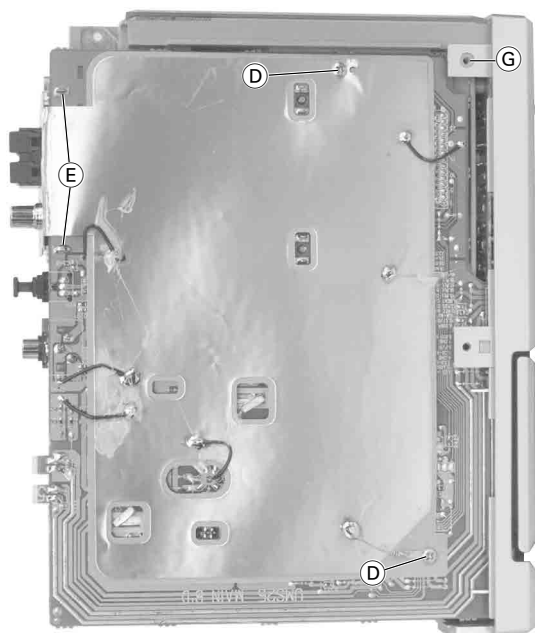

Fig. 3
- 2 Schrauben (D) (Fig. 3) herausdrehen und Hauptplatte abnehmen.
Montagehinweis: Beim Einbau ist darauf zu achten, daß die Abschirmung wieder angebracht ist (Fig. 3).
- 2 Lötstellen (E) (Fig. 3) auflöten.
- 2 Halter (G) (Fig. 3) ausrasten und CD- und Bedienteil herausnehmen.
- Undo 2 screws (D) (Fig. 3) and remove the main board.
Reassembly: When reassembling take care to refit the shielding (Fig. 3).
- Unsolder 2 solder tags (E) (Fig. 3).
- Disengage 2 holders (G) (Fig. 3) and remove the CD part together with the operating board.